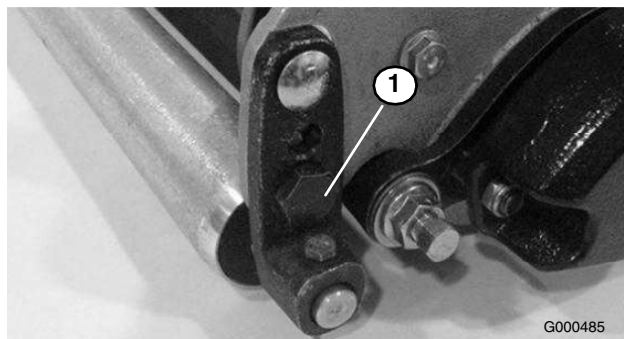

Figure 48
5. Tout en maintenant le cylindre solidement sur la plaque et sans relâcher la pression sur le rouleau avant, tournez le boulon de montage supérieur droit du rouleau (Figure 48).
Ce boulon présente un déport qui agit comme un excentrique (came) qui relève ou abaisse le rouleau lors de la rotation. Le déport est indiqué par un point. Le point indique le sens de déplacement de l'extrémité droite du rouleau lorsque le boulon est tourné. Il doit toujours se trouver dans la moitié arrière de l'arc, comme illustré à la Figure 48.